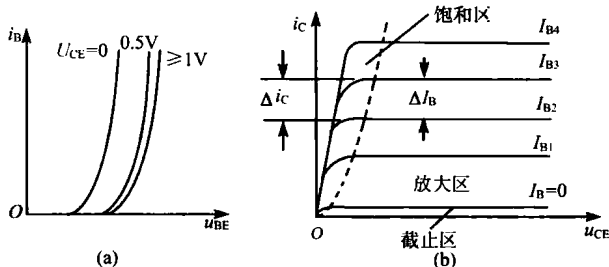

图 1-5 晶体管的特性曲线
①输入特性曲线:输入特性曲线描述了在管压降 U_{CE} 一定的情况下,基极电流 i_B 与发射结压降 u_{BE} 之间的函数关系,即 $i_B = f(u_{BE})|_{U_{CE}=\text{常数}}$,如图 1-5(a)所示。
②输出特性曲线:输出特性曲线描述基极电流 I_B 为一常量时, i_c 与 u_{CE} 之间的关系,即: $i_c = f(u_{CE})|_{I_B=\text{常数}}$, 曲线如图 1-5(b)所示。